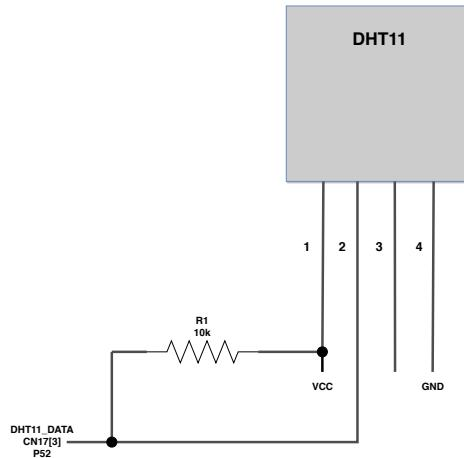
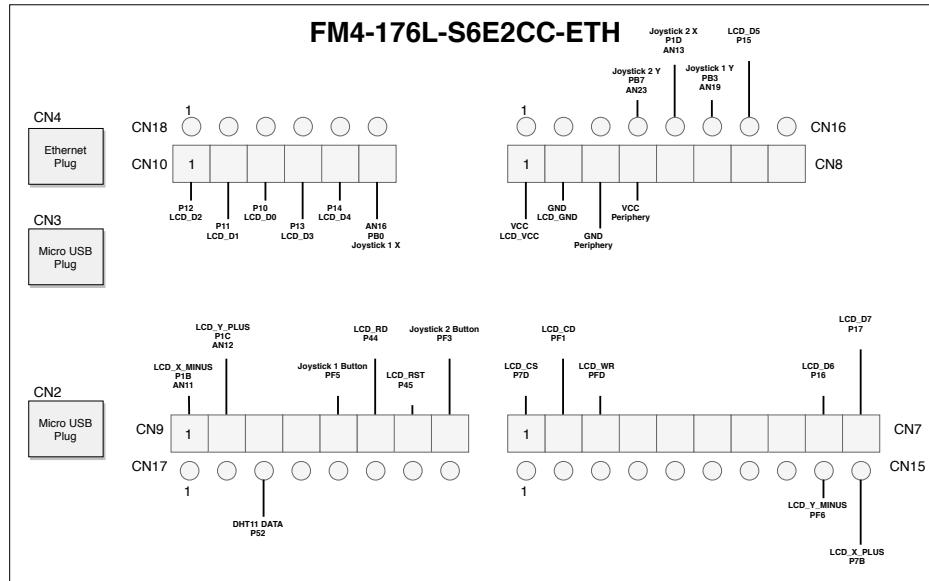

Abbildung 10: Verkabelung des DHT11
Abbildung 11: Verkabelung des DHT11
- Zunächst trenne den Microcontroller von der Stromzufuhr und stelle sicher, dass dieser ausgeschaltet ist. Verbinde gemäß Abbildung 10 den DHT11 mit dem Microcontroller. Der DHT11 wird, von links gezählt, an den dritten Pin des CN17 Steckers des Microcontrollers angeschlossen (Port 5, Pin 2, siehe Präprozessorkonstante GPIO1PIN_PF52). Nutze als Unterstützung Abbildung 11, die schematisch die GPIO-Verbindungen des Microcontrollers darstellt. Bevor der Microcontroller wieder an den Computer angeschlossen wird, lasse die Verkabelung von einem Tutor überprüfen.